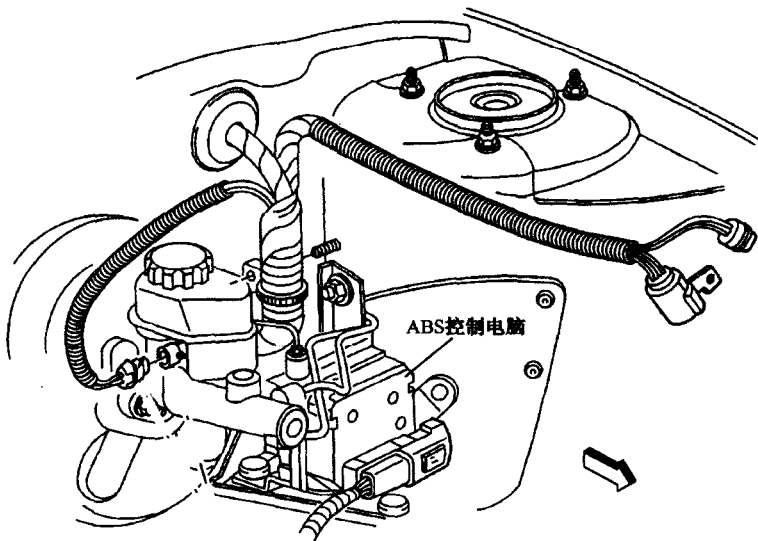
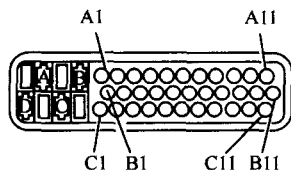

图 1-1-3 ABS 控制电脑位置
图 1-1-4 ABS 控制电脑针脚
1. ABS 控制电脑位置及针脚识别 (图 1-1-3、图 1-1-4)